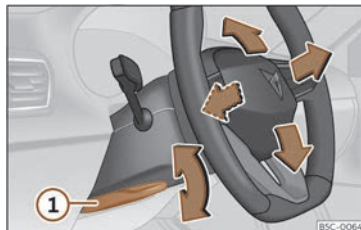

Abb. 66 Hebel auf der linken unteren Seite der Lenksäule.
- Hebel >>> (Abb. 66) ① nach unten schwenken, Lenkrad in die gewünschte Position bringen und Hebel wieder bis zum Schließpunkt nach oben drücken.
- Den Hebel >>> (Abb. 66) ① nach dem Einstellen immer fest nach oben schwenken, damit das Lenkrad während der Fahrt nicht unbeabsichtigt seine Position verändert.